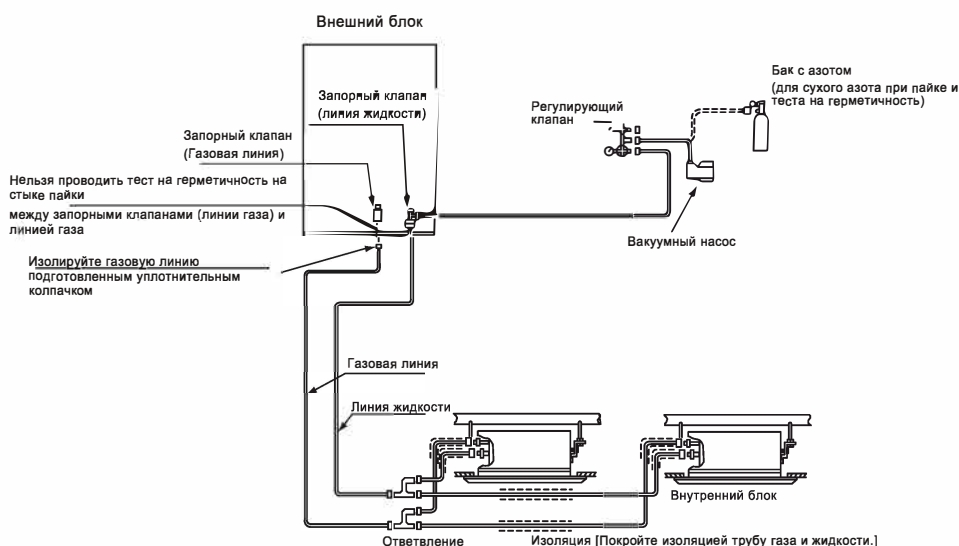

Рис. 7.1 Испытание герметичности
- Газовый кран необходимо изолировать и защитить, прямое давление на газовый кран абсолютно запрещено (см. Рис. 7.1)